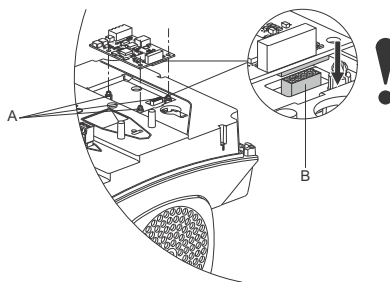

Fig. 58 Montering af CIM-modulet
4. Montér modulet ved at oprette det med det tre plastikholdere (fig. 58, pos. A) og forbindelsesproppen (fig. 58, pos. B). Tryk modulet i bund med fingrene.